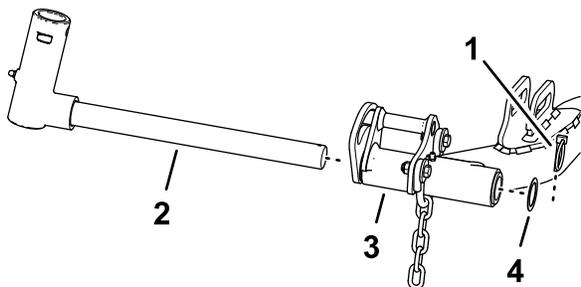

图 27
1. 拆下将提升臂枢轴固定至提升臂的保险销和垫圈将枢轴滑出提升臂图 27。